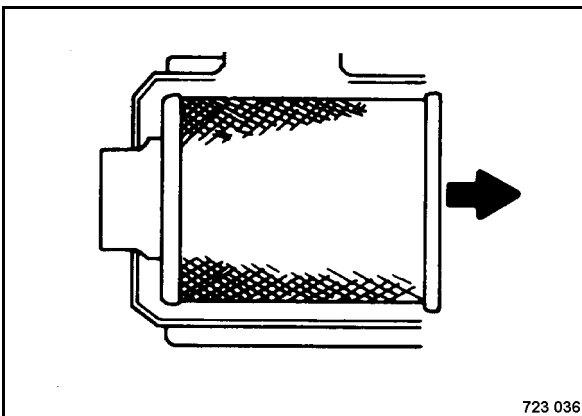

Fig. 154
- Extraer el elemento filtrante principal (Fig. 154) con mucho cuidado de la carcasa.